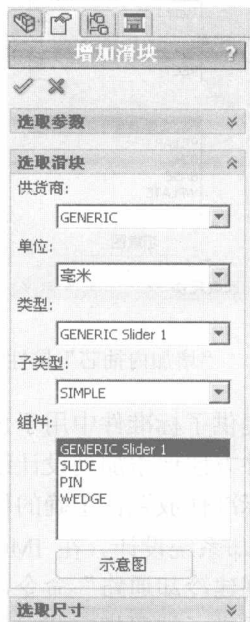

图 1-10 “增加滑块”属性管理器
(5) 滑块设计系统。在 IMOLD 工具栏中单击（滑块设计）按钮，弹出下拉菜单。单击“加外抽芯机构”→“通用”命令或单击“加外抽芯机构”→“标准”命令，都能弹出如图 1-10 所示的“增加滑块”属性管理器。